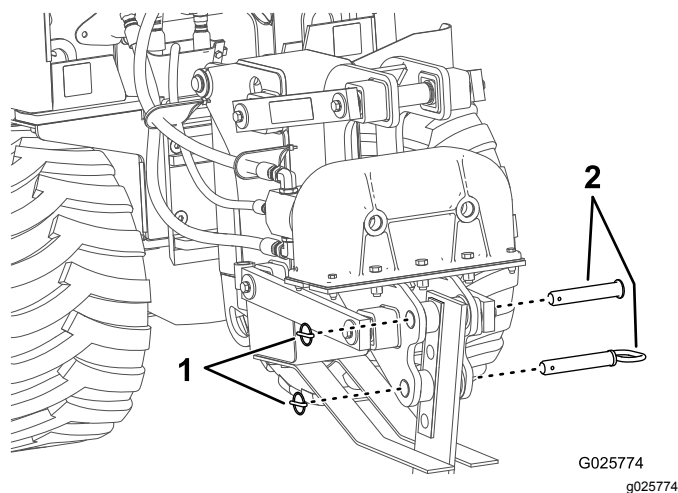

Рисунок 17
- Откройте 2 круглых стопорных кольца и извлеките штифты со стопорными кольцами (Рисунок 17).